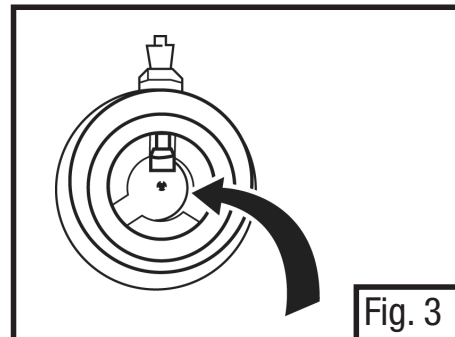

Fig. 3
4. Certifique-se de que a válvula de inalação do adaptador 601 esteja posicionada corretamente. (Fig. 3)